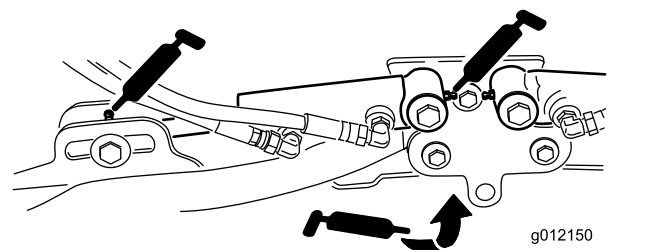

図 62
- 昇降アームのピボット各アームに1ヶ所 図 62
- 昇降アームのシリンダ各アームに2ヶ所 図 62